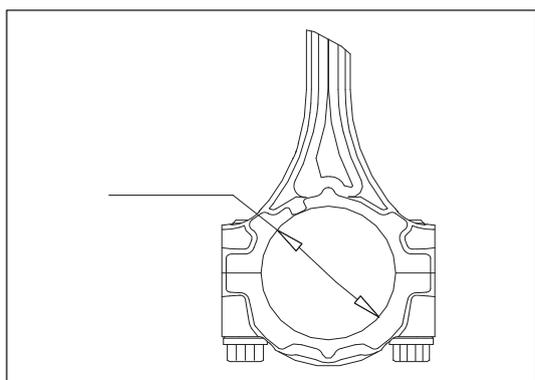

Рис. 13-2-9. Проверка диаметра большого отверстия шатуна
- » При помощи нутромера измерить внутренние диаметры больших отверстий шатунов. Диапазон нормальных значений: 43,000~43,016 мм (см. рис. 13-2-9).